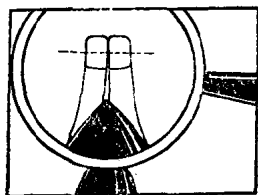

图 5
尖缝紧松程度一般可掌握在铍粒的前端部分两片并拢为准(图5)。
(4) 笔尖、笔舌装好后应对着亮光照一照，看铍粒两月是否开叉。如有开叉，可在煤油灯玻璃罩上，把笔尖、笔舌烘半至一分钟，边烘边转，防止热量过分集中后烘焦笔舌。另外，也可用 80℃ 左右的水烫或划燃火柴烘。要达到如下要求：
① 符合正常笔尖缝的要求（参考上述“装前准备”（2）及图 5）。
② 笔尖与笔舌间距离正常（如果笔尖与笔舌离缝过大，可在水烫或火烘后，以大拇指将笔舌向笔尖处捏拢）。
③ 笔尖两月必须并列：如有半月高出，应用手指向下拗成两月并列（参考本书第三章：六、笔尖整修）。
④ 最后在纸上试写笔尖，要求润滑。